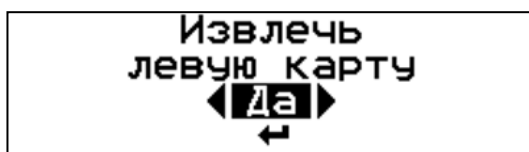

Рисунок 2.7 - Экран вызова операции извлечения карты 1.
2.6.6 Извлечение карты производится посредством длинного нажатия на соответствующую кнопку («1» или «2»), на дисплее появляется сообщение «Извлечь карту» (см. Рисунок 2.7):